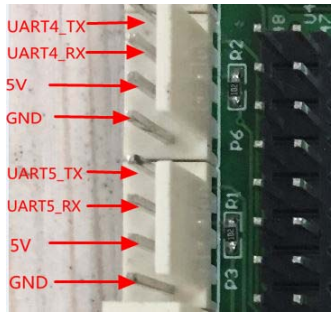

图 2-9 串口接口线序图
5、串口：串口有两根电源线和两根数据线组成。线序如图 2-9 所示：